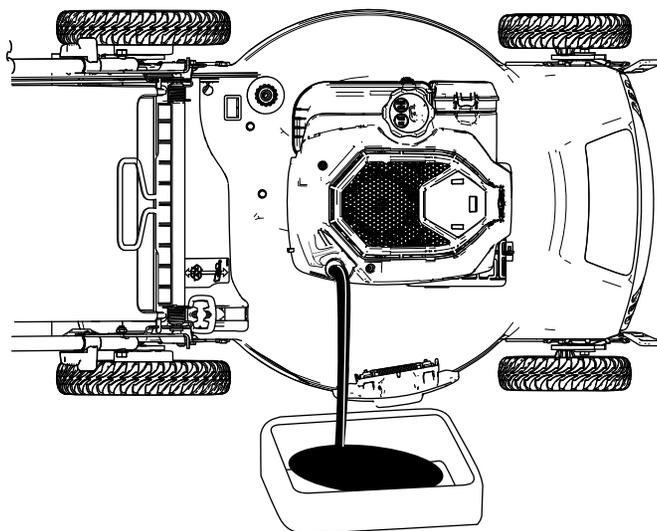
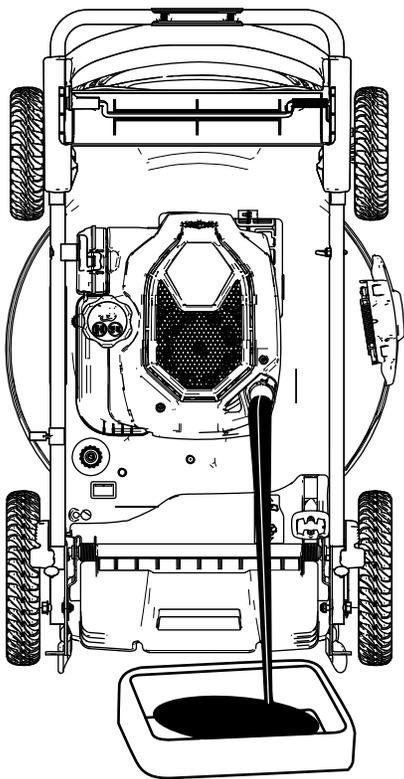

Figure 29
Figure 30
4. Basculez la machine sur le côté (filtre à air en haut) pour vidanger l'huile usagée par le tube de remplissage (Figure 29) ou placez la machine à la verticale (Figure 30).